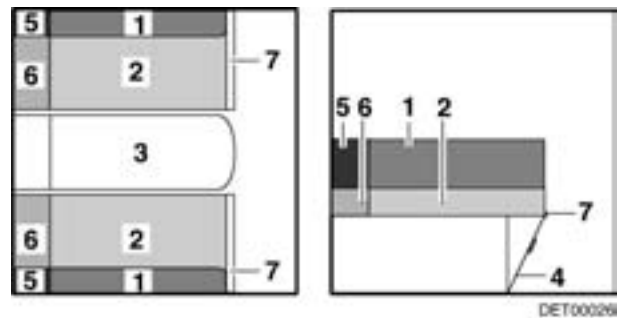

Bild 72 Nach dem Vergrößern
- Sitzbankverlängerung (Bild 72,7) nach oben klappen und mit Klappe (Bild 72,4) verkeilen.
- Die Rückenpolster (Bild 72,1) und die Sitzpolster (Bild 72,2) auf die Sitzbankverlängerung ziehen.
- Die Zusatzpolster (Bild 72,6) zwischen die Sitzpolster und die Außenwand legen.
- Die Zusatzpolster (Bild 72,5) zwischen die Rückenpolster und die Außenwand legen.